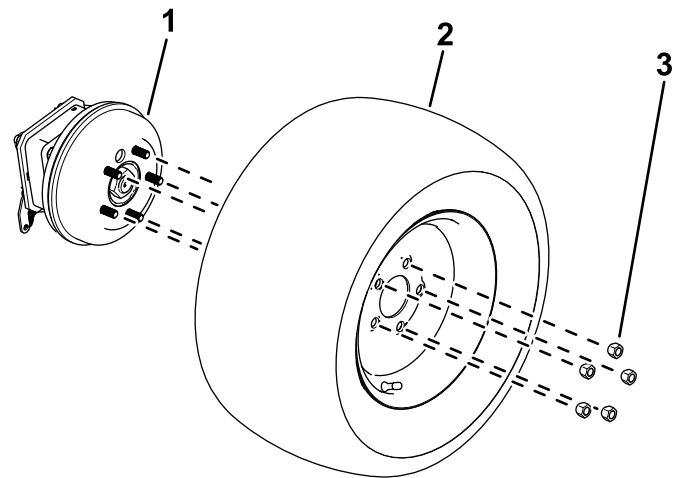

Figura 11
2. Afloje y retire las tuercas de las ruedas (Figura 11).
3. Retire las ruedas de los cubos de las ruedas (Figura 11).
1. Utilice las tuercas que se retiraron anteriormente para sujetar las ruedas a los cubos de las ruedas (Figura 11).